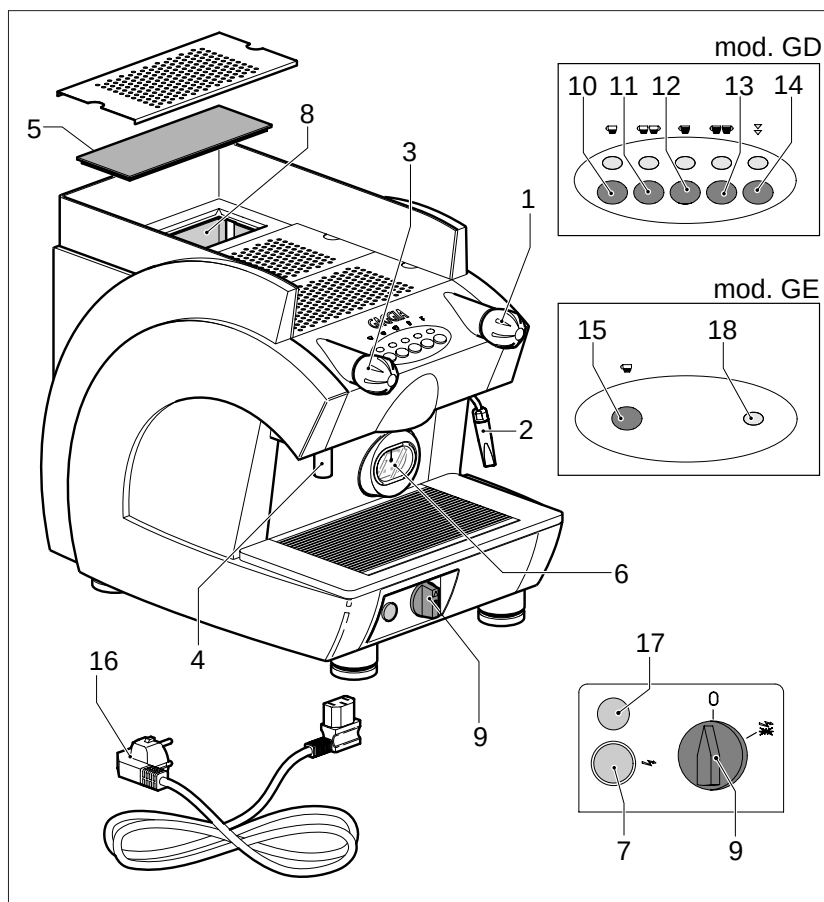

Fig. 6.01
N.B. In caso di mancanza acqua, sulle macchine GE si accenderà la spia (Fig.6.01 - pos.17).
Questa operazione, solo nel primo caricamento, può impiegare un tempo abbastanza lungo e determinare il blocco della macchina; nel caso spegnerla e riaccenderla agendo sull'interruttore generale (Fig. 6.01 - pos. 9).
- Attendere quindi che la macchina raggiunga la pressione d'esercizio "1,2 - 1,3 BAR" controllando sul manometro (Fig. 6.01 - pos. 6) la pressione caldaia.